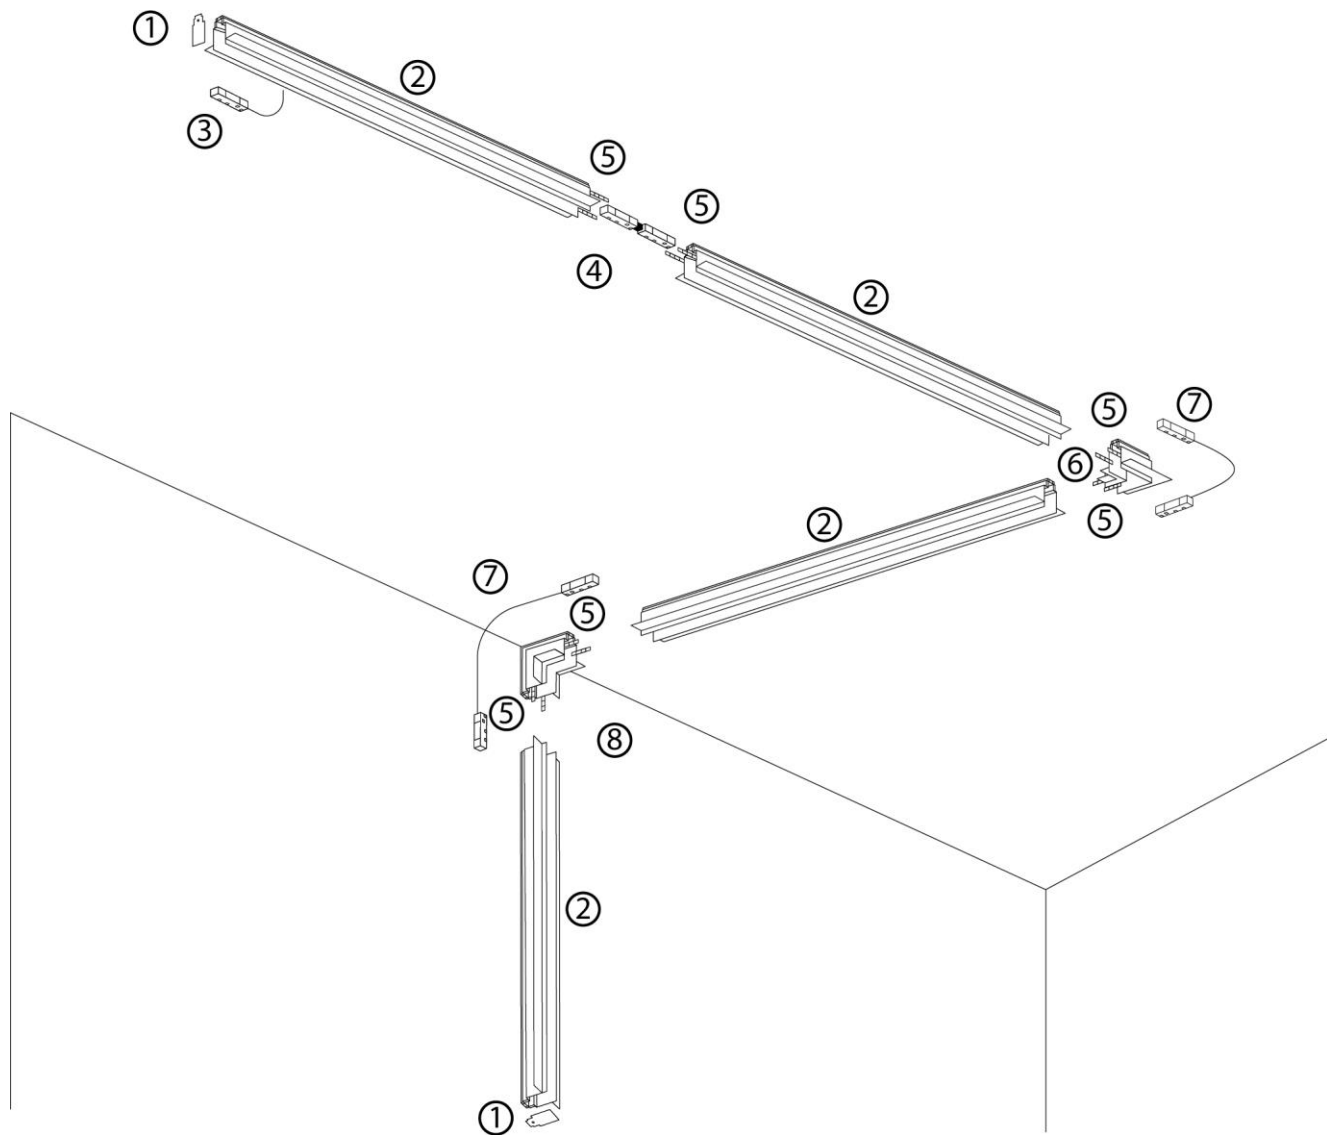

Рис. 2 Схема установки шинпровода СABM1001
- 5.3 Соберите необходимую вам систему шинпровода по аналогии со схемой, как показано на Рис. 2.